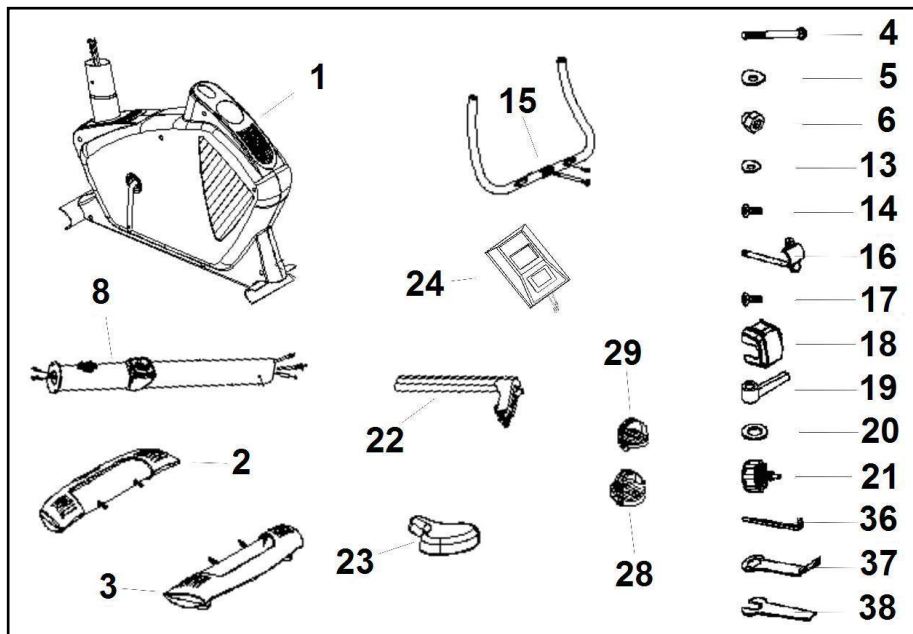

Рис. 2
Возьмите задний стабилизатор (3) и установите его на кронштейн задней стойки оборудования, как показано на Рис.2, вставьте болты (4), установите изогнутые шайбы (5) на колпачковые гайки (6) и надежно затяните.
Возьмите переднюю штангу стабилизатора с колесами (2) и расположите ее так, чтобы две красные точки (А) выровнялись, как показано на Рис.2, вставьте болты (4), установите изогнутые шайбы (5) на колпачковые гайки (6) и надежно затяните.